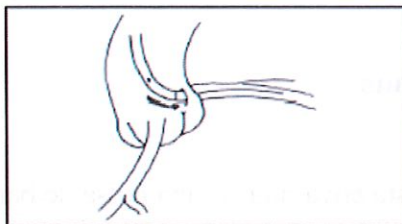

Figura 5.
Paso 4. Con el bucle eliminado, vuelva a asentar el catéter guía mientras tira ligeramente de la guía (consulte la Figura 5).